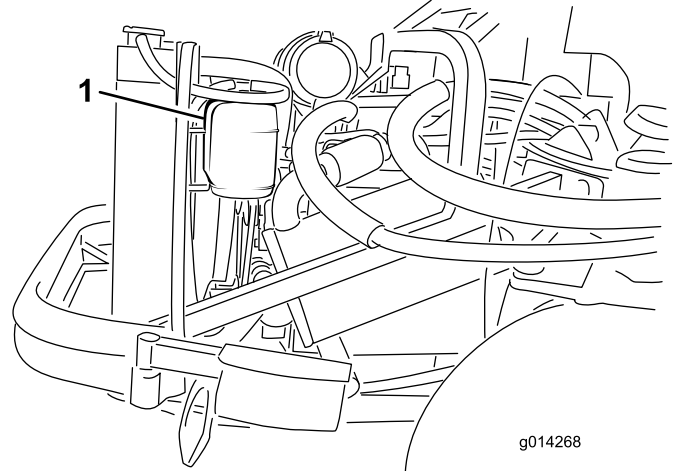

Bild 45
1. Prüfen Sie den Kühlmittelstand im Ausdehnungsgefäß (Bild 45). Er muss sich